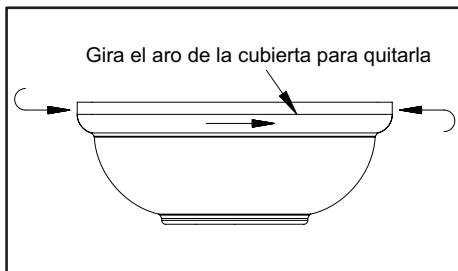

Figura 5
1. Retira el aro de la cubierta, girándolo hacia la izquierda hasta que se libere. (Figura 5)